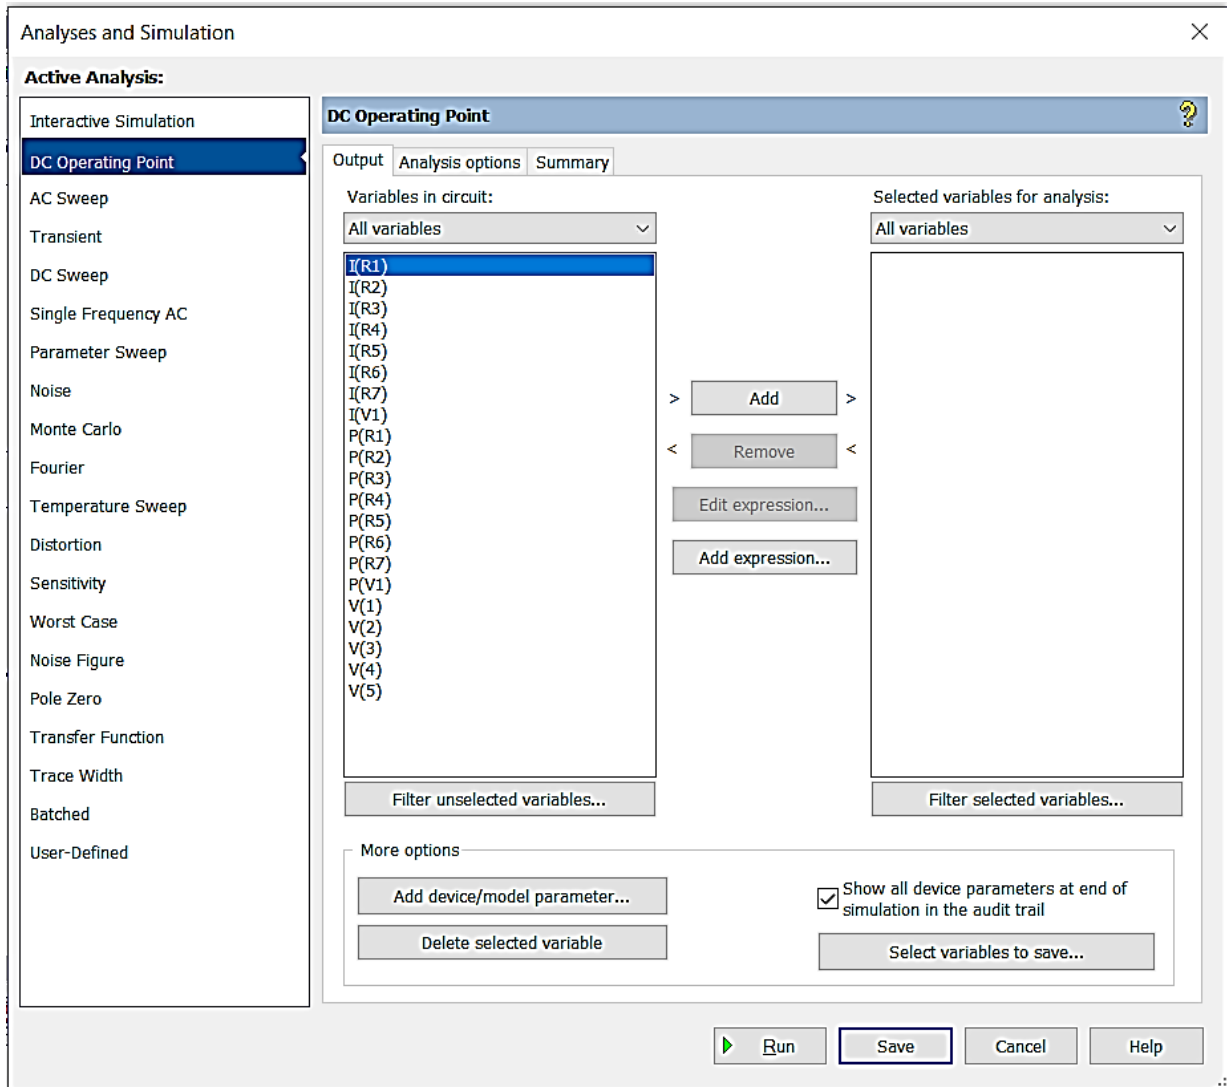

Рисунок 12 – Окно выбора измеряемых параметров
**Измерение параметров постоянного тока в указанных точках схемы осуществляется выбором режима «Simulate / Analysis and simulation / DC Operating Point» (рис. 12).**